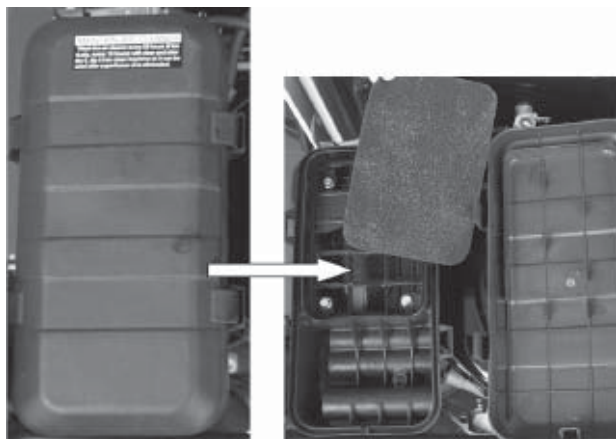

Рис.12
1. Отожмите защелки и снимите крышку воздушного фильтра (Рис.12)